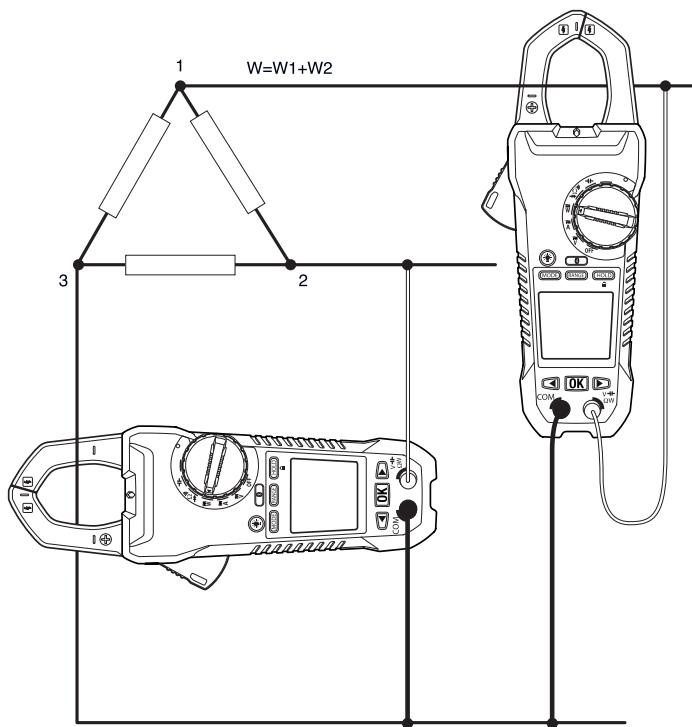

图5.4 三相三线测量
三相三角形配置的功率分两步测量，如图5.4中所示。总功率是两次测量之和： $W = W_1 + W_2$ 。
3. 按照图5.4中所示，测量两次有效功率。